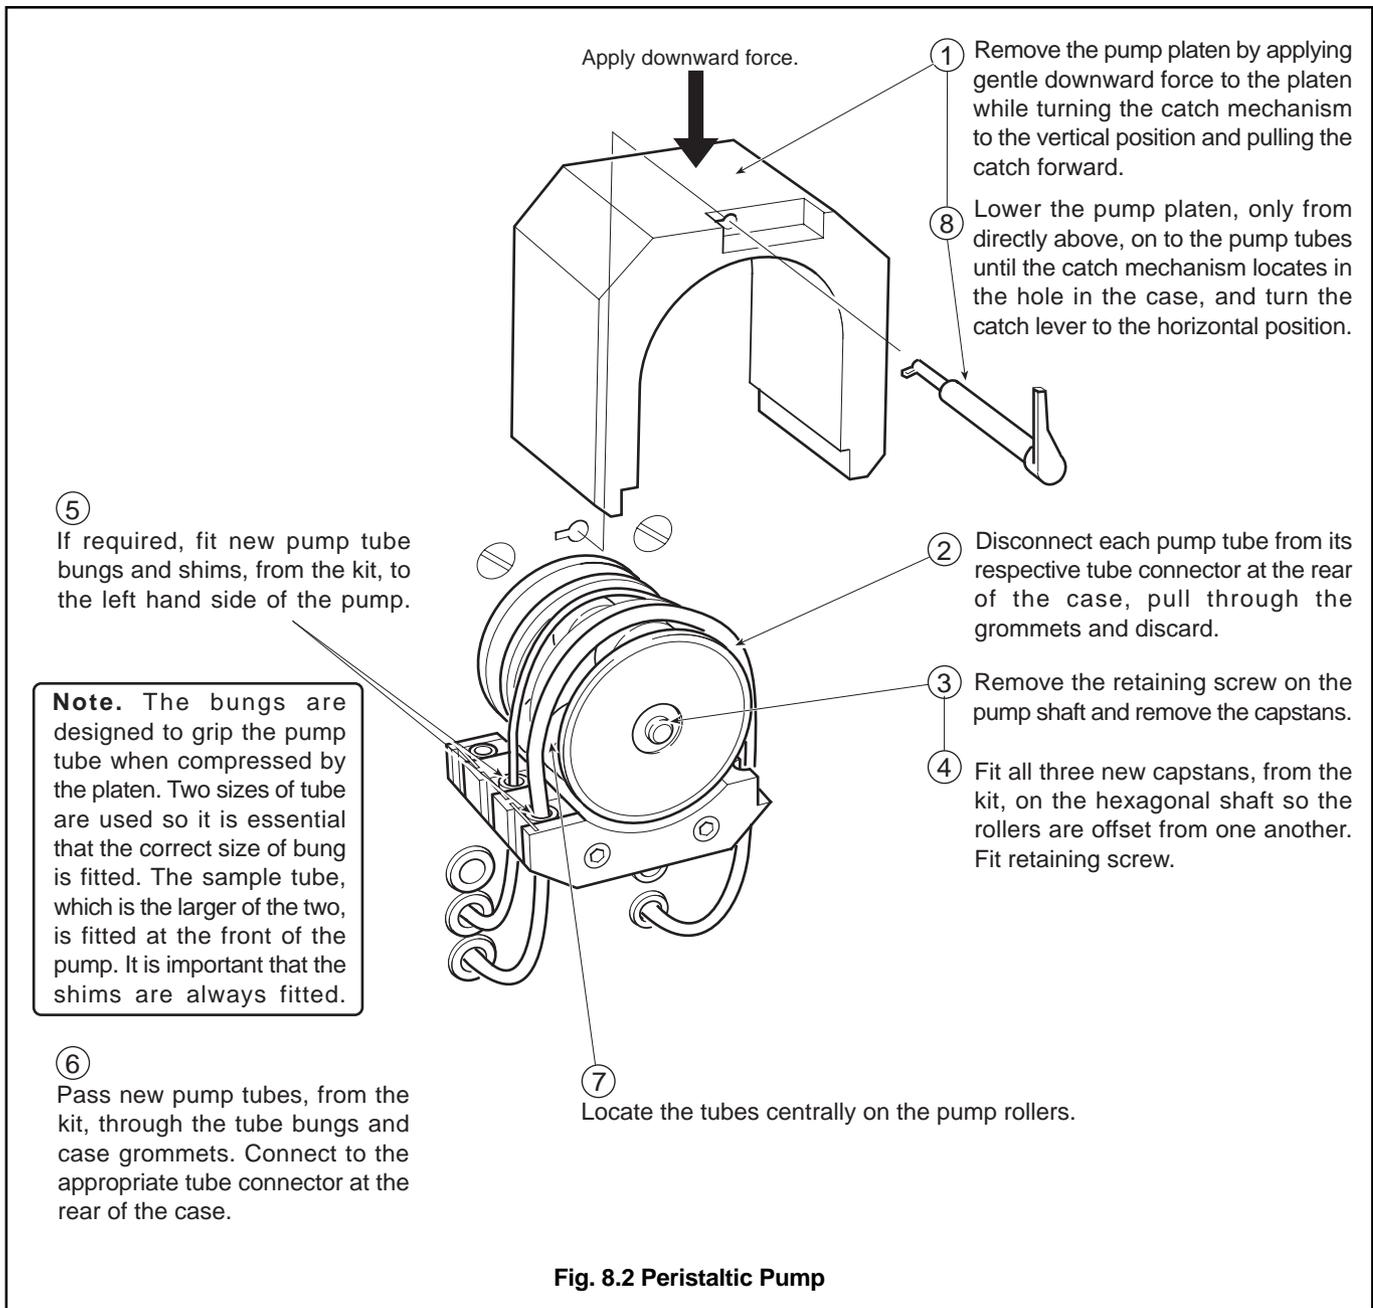

Fig. 8.2 Peristaltic Pump
8.2.8 Peristaltic Pump – Fig. 8.2